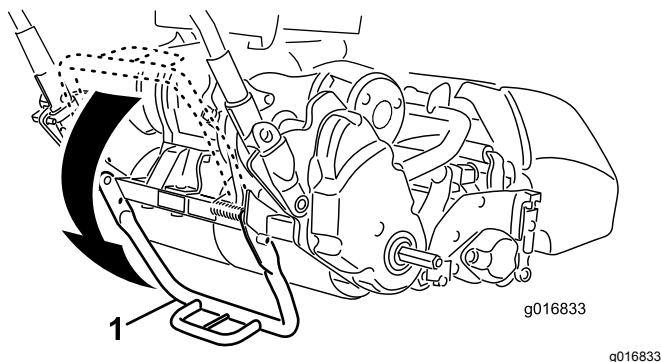

Figure 9
1. Abaissez la béquille en appuyant **au centre** avec le pied, puis tirez sur la poignée centrale de la machine jusqu'à ce que la béquille bascule complètement en avant (Figure 9).